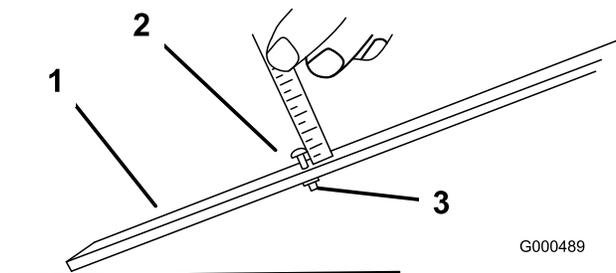

図 52
3. ゲージバー (図 52) のナットをゆるめ、調整ネジを希望の刈り高に合わせる。ネジ頭の下からバーの表面までの距離が刈り高となる。